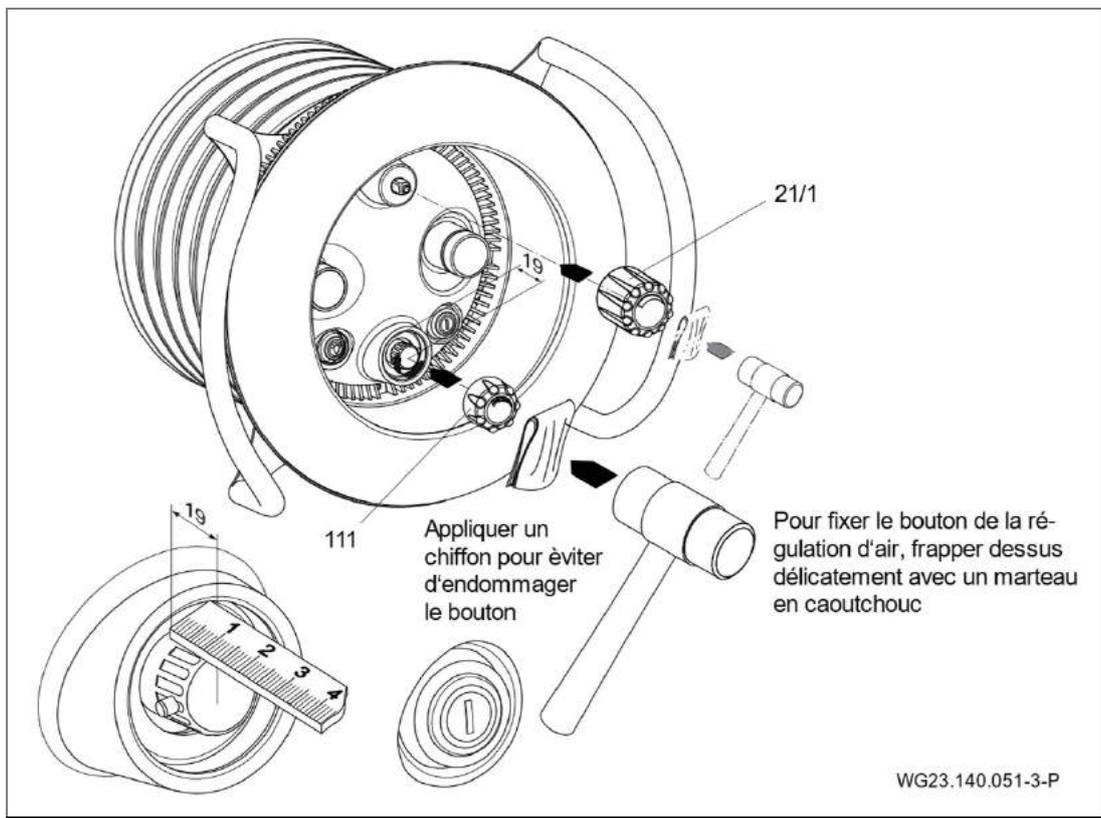

Fig. 20
11. Centrer le couvercle de l'éclairage (110) sur le corps de buses (102.1) et le fixer avec quatre vis auto taraudeuses (112). (Fig. 20)